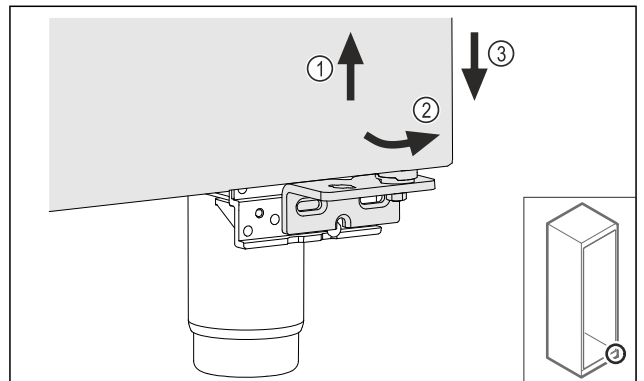

Fig. 16
- Lyft upp dörren något Fig. 16 (1), luta den framåt nedtill Fig. 16 (2) och sänk ned den Fig. 16 (3).